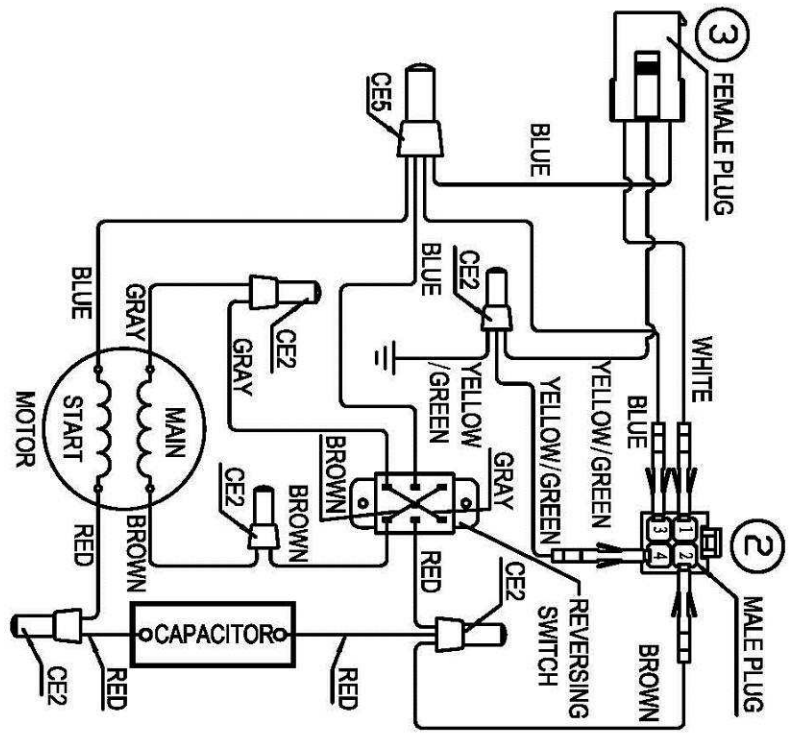

Abbildung 3
- 3) Die Empfängereinheit mit dem Motor verbinden. Hierzu den Stecker in die Buchse stecken (Nr. 2 – Abbildung 3) und die Empfängereinheit mit der Deckenplatte über die Steckverbindung miteinander verbinden (Nr. 1 – Abbildung 3).